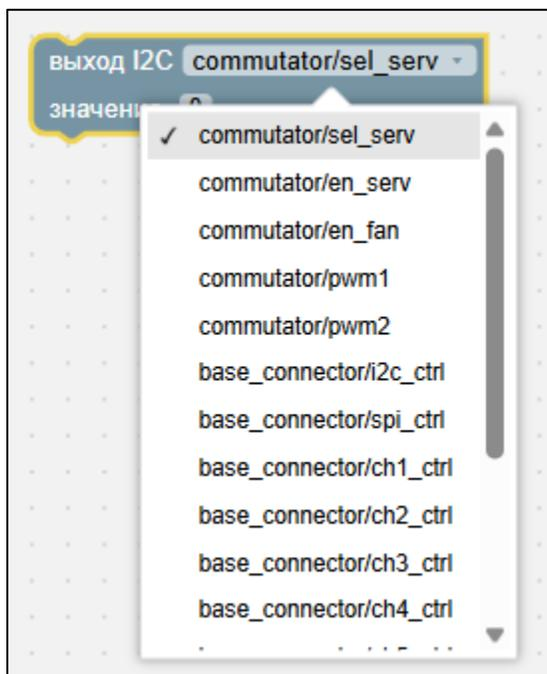

Рисунок 65 – Блок «выход I2C»
3. Блок «выход I2C» (см. Рисунок 65)